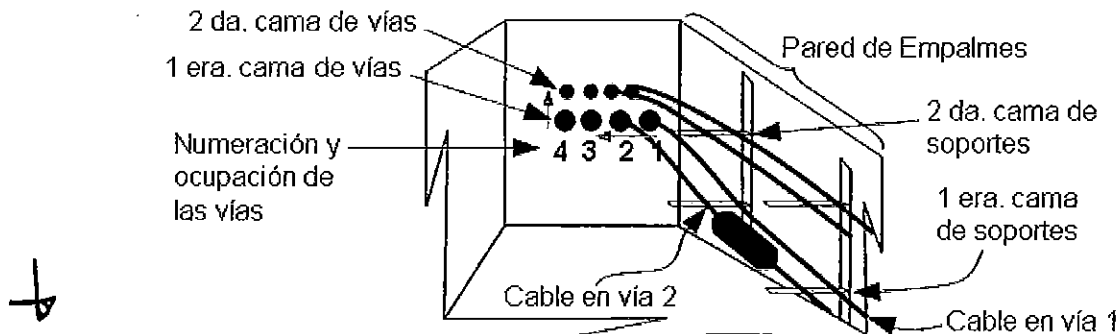

Figura 1. Ocupación de ductos y soportes de cables en pozos con una pared de empalme.
- o La ocupación de ductos se inicia en la pared de empalmes hacia el lado contrario y de las camas de ductos inferiores hacia las camas de ductos superiores. Véase figura 1.
- o La ubicación de los cables en las camas de los soportes, debe corresponder con las camas de los ductos. Los empalmes de una misma cama se distribuyen en el espacio que hay en el soporte. Lo anterior se muestra en la figura 1.